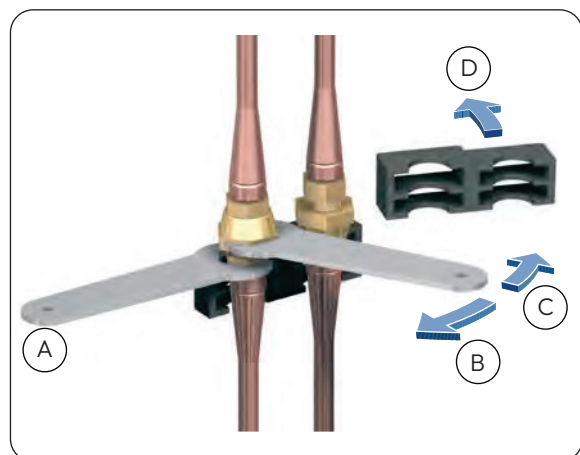

Abb. 14: Abschrauben der linken Überwurfmutter
9. Schrauben Sie die linke Überwurfmutter mit dem beiliegenden Mausschlüssel SW 24 ab. Halten Sie dabei mit dem zweiten Mausschlüssel SW 21 am unteren Kupplungsteil gegen (Abb. 14).